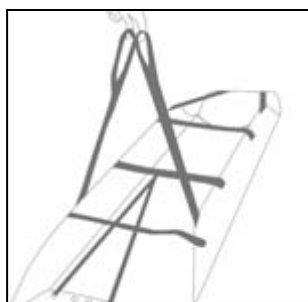

Fig. 10
- Certifique que as 2 extremidades do cinto têm o mesmo comprimento e repita a operação para a outra ponta da maca (fig. 10).